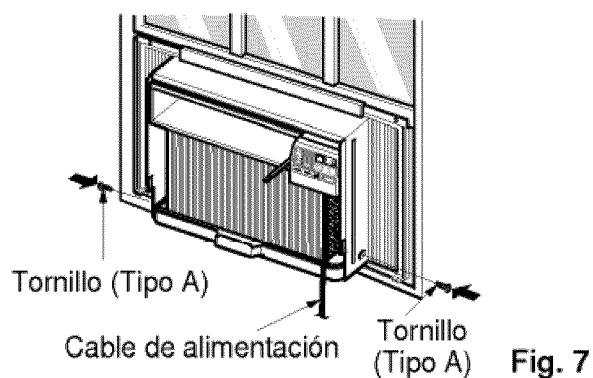

Fig. 7
- 10** Deslice la unidad dentro del gabinete. (ver Fig. 7)